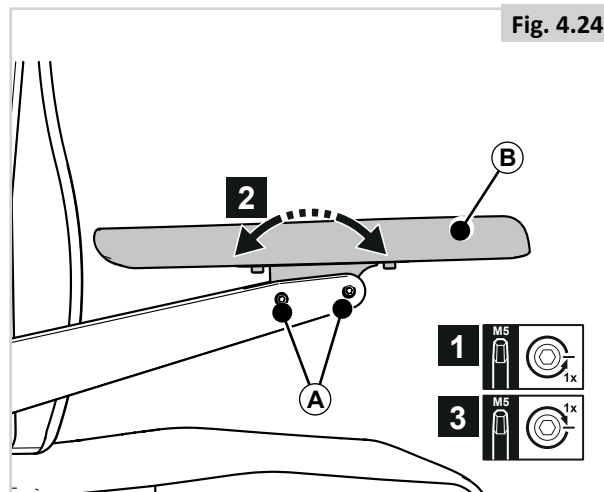

Fig. 4.24
#### DEEL 2 (fig. 4.24)
Om de achterste schroef bij een lage armleggerhoogte te bereiken, draait u schroeven (A) van fig. 4.24 los en past u eerst de hoek van het kussen aan.